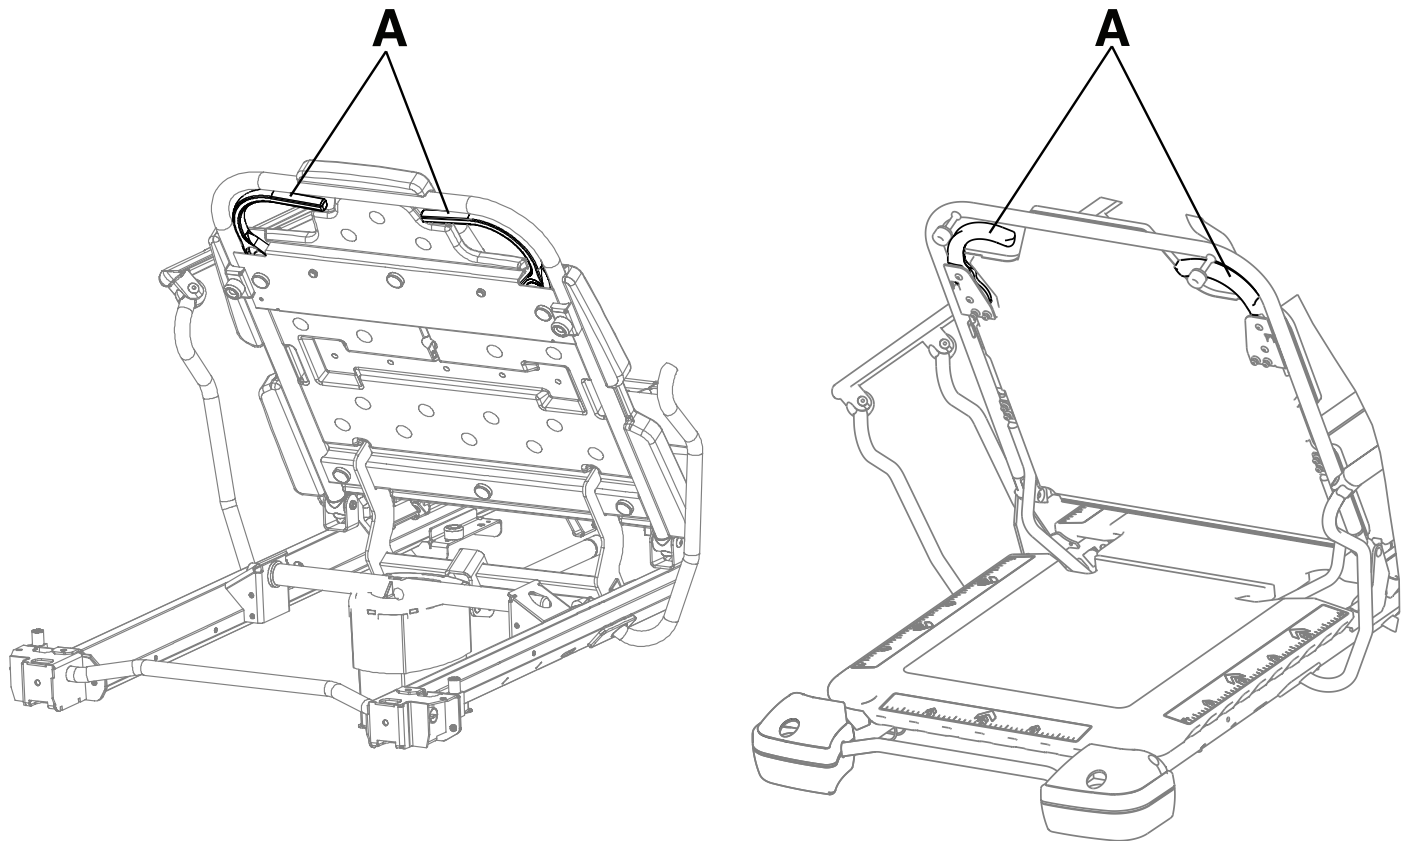

Figure 16 – Élévation ou abaissement du relève-buste (Prime/Prime X)
Pour élever le relève-buste, serrer une ou les deux poignées de déblocage du relève-buste (A) et tirer le relève-buste vers le haut jusqu'à la position voulue (0° à 90°) (Figure 16).
Pour abaisser le relève-buste, serrer une ou les deux poignées de déblocage du relève-buste (A) et pousser le relève-buste vers le bas jusqu'à la position voulue (90° à 0°) (Figure 16).